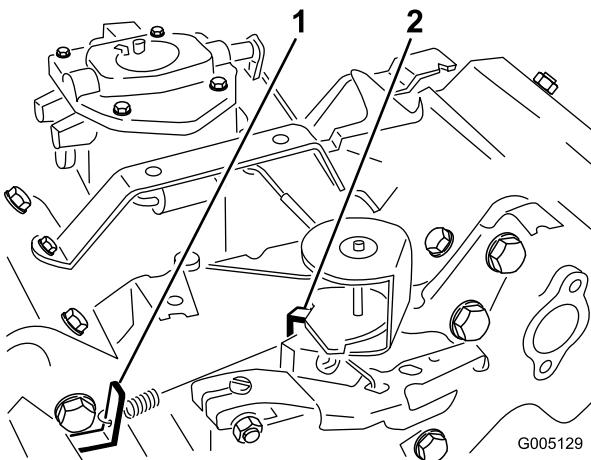

Figure 51
- Courbez la languette d'ancrage du ressort de ralenti réglé (Figure 51) pour obtenir un régime de ralenti de $1\,650 \pm 100$ tr/min. Vérifiez le régime avec un compte-tours.
- 5. Réglez la commande d'accélérateur en position haut régime. Pliez la languette d'ancrage du ressort de haut régime (Figure 51) pour obtenir un haut régime de 2850 ± 50 tr/min.